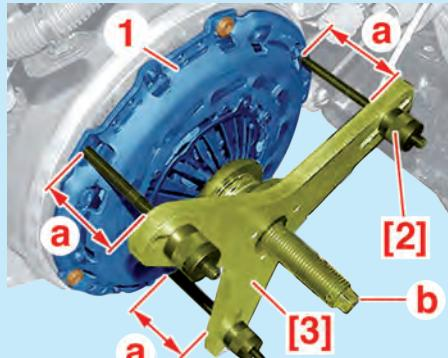

Fig.2
- Déposer trois vis du mécanisme (une vis sur deux) puis visser à la place les outils [2] de 5 tours (Fig.2).
- Positionner l'outil [3] sur le mécanisme d'embrayage (1).